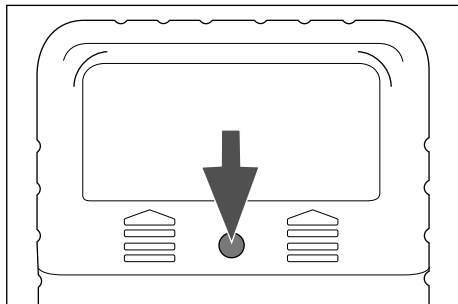

Bild 1
- 1) Lossa den övre skruven på produktens baksida med den medföljande skruvmejseln **7** (se bild 1). Ta bort locket till batterifacket genom att skjuta det uppåt.